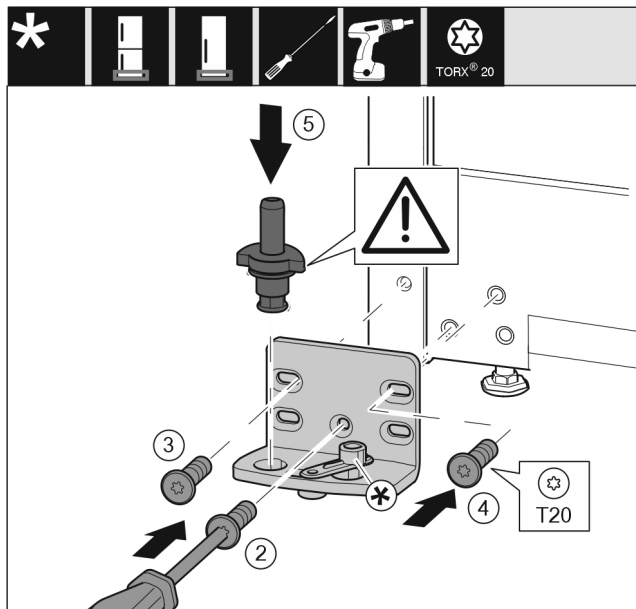

Fig. 19
- Postavite podložak ležaja na drugu stranu i pritegnite ga odvijačem. Započnite s vijkom Fig. 19 (2) dolje u sredini.
- Pritegnite vijak Fig. 19 (3) i vijak Fig. 19 (4).
- Potpuno umetnite podložak ležaja Fig. 19 (5). Pritom se pobrinite za to da je uskočna izbočina okrenuto prema natrag.